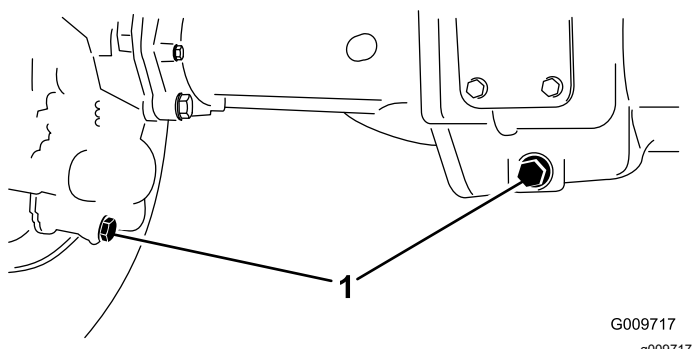

Figure 74
2. Nettoyez la surface autour des 3 bouchons de vidange, 1 à chaque extrémité et 1 au centre (Figure 74).